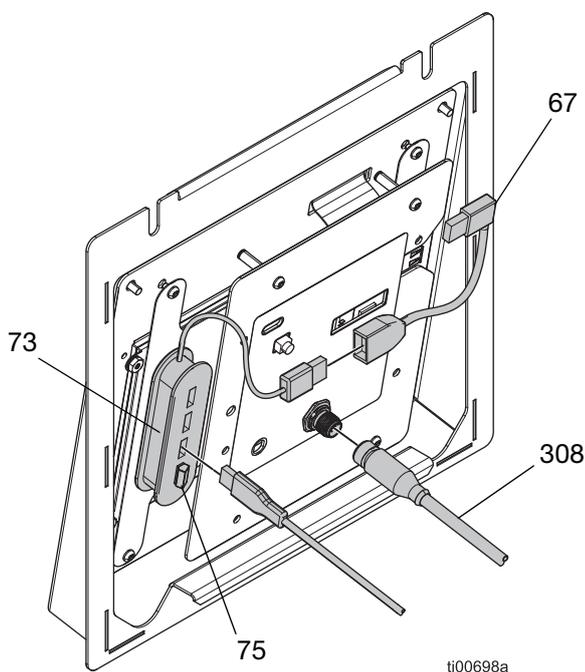

FIG. 118: Collegamenti ADM a 4 canali
1. Portare l'interruttore di alimentazione principale (204) su OFF e scollegare l'alimentazione dal sistema.
3. Collegare l'hub USB a 4 porte (73) sul retro dell'ADM nella posizione mostrata in FIG. 118, utilizzando il nastro biadesivo incluso.
4. Collegare il connettore USB ad angolo retto (67) al cavo dell'hub USB (73).
5. Collegare l'unità flash di upgrade a 4 canali (75) all'hub USB (73).
6. Collegare il cavo passaparete USB all'hub USB (73).
8. Ricollegare l'alimentazione al sistema e portare l'interruttore di alimentazione principale (204) su ON.